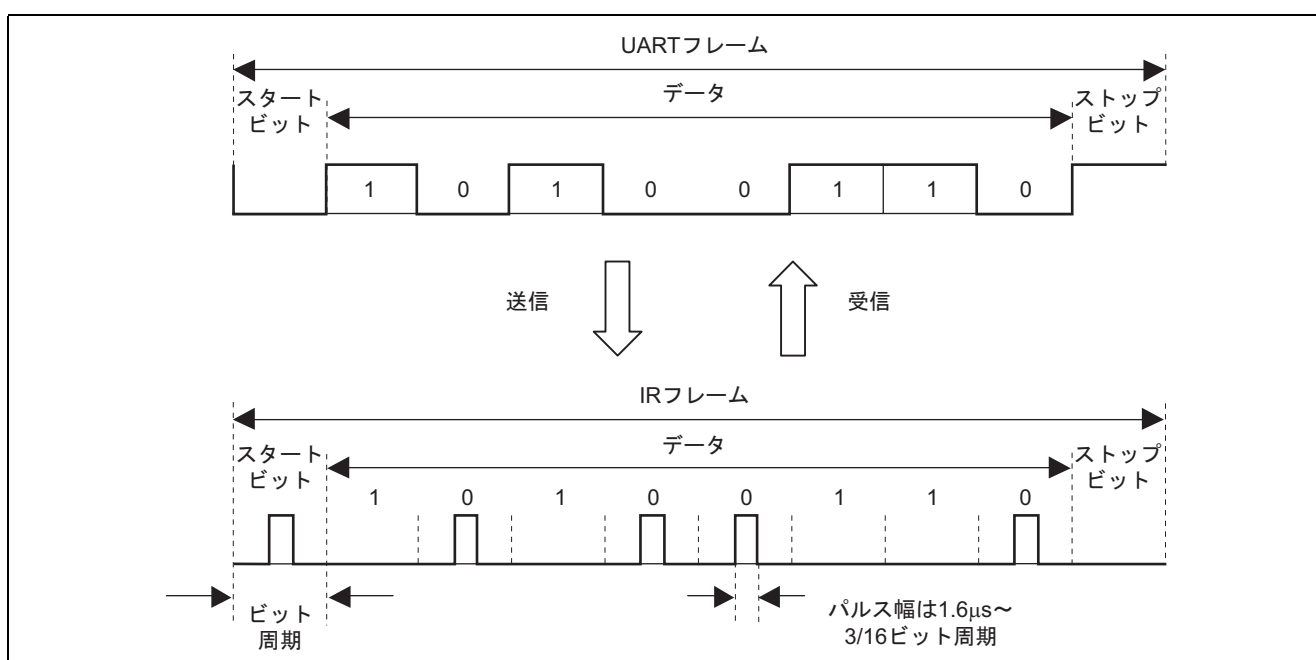

図3 IrDA 通信のフォーマット
- IrDA 通信では調歩同期式モードの UART フレームをエンコードして IR フレームに変換し送信を行い, また, IR フレームをデコードして UART フレームに変換し受信を行います。図 3 に UART フレームと IR フレームの関係を示します。